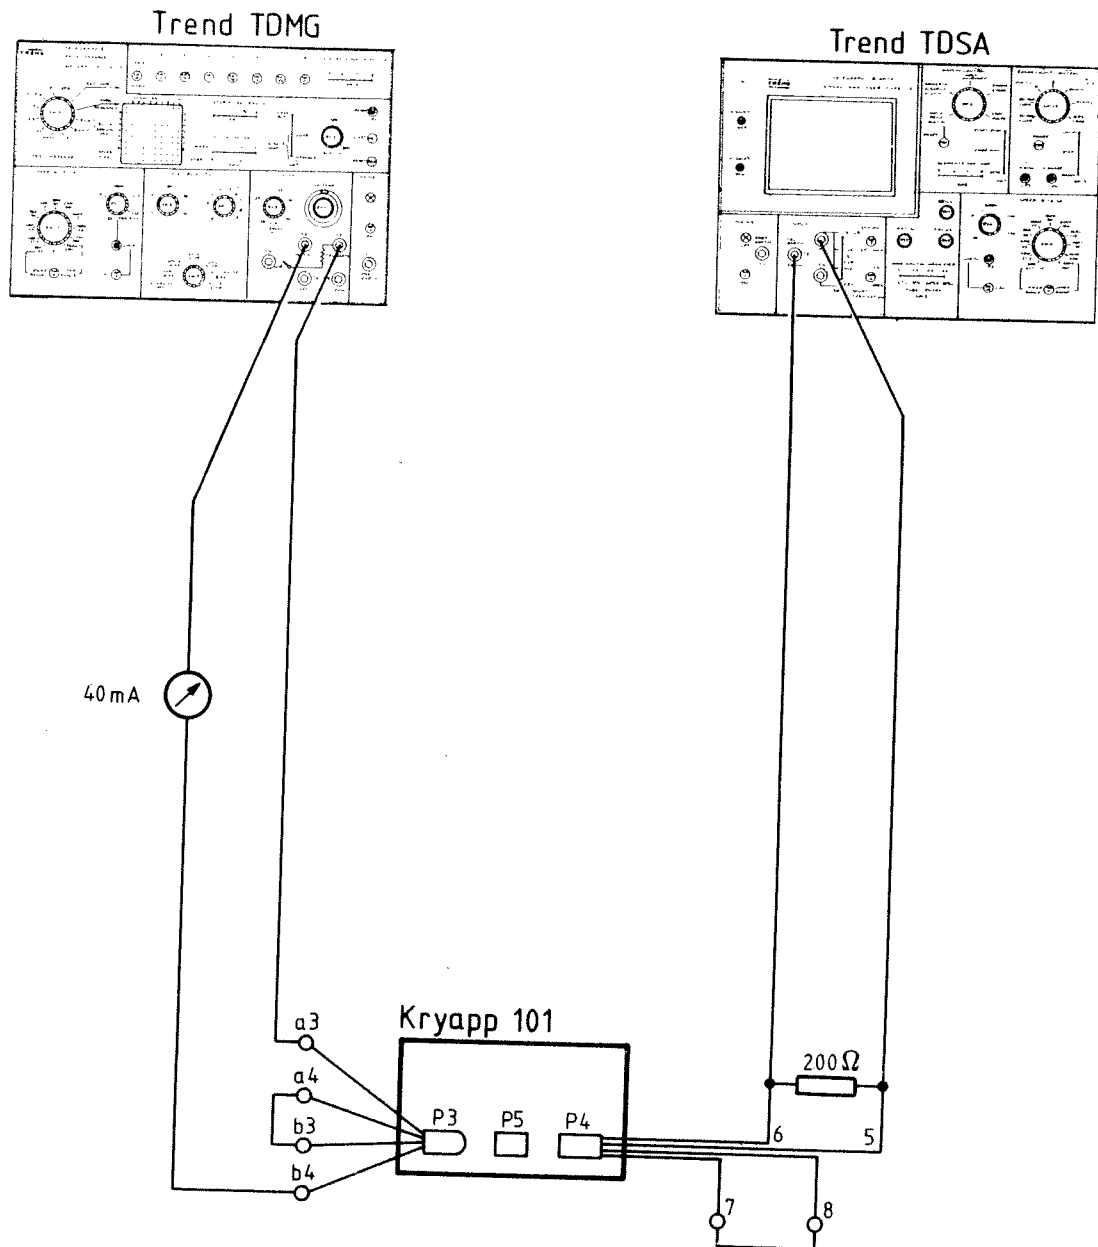

Bild 6. Anslutning av mäturstening för marginalmätning
- Marginalmätning. Se bild 6.
Anslut krypteringsapparaten enligt bild 6. Se till att krypteringsapparaten inte är "stiftad". Ställ trafikomkopplaren i läge F-kry. Ställ distorsionsmeters omkopplare i läge SEPARATE ELEMENT DIST'N.